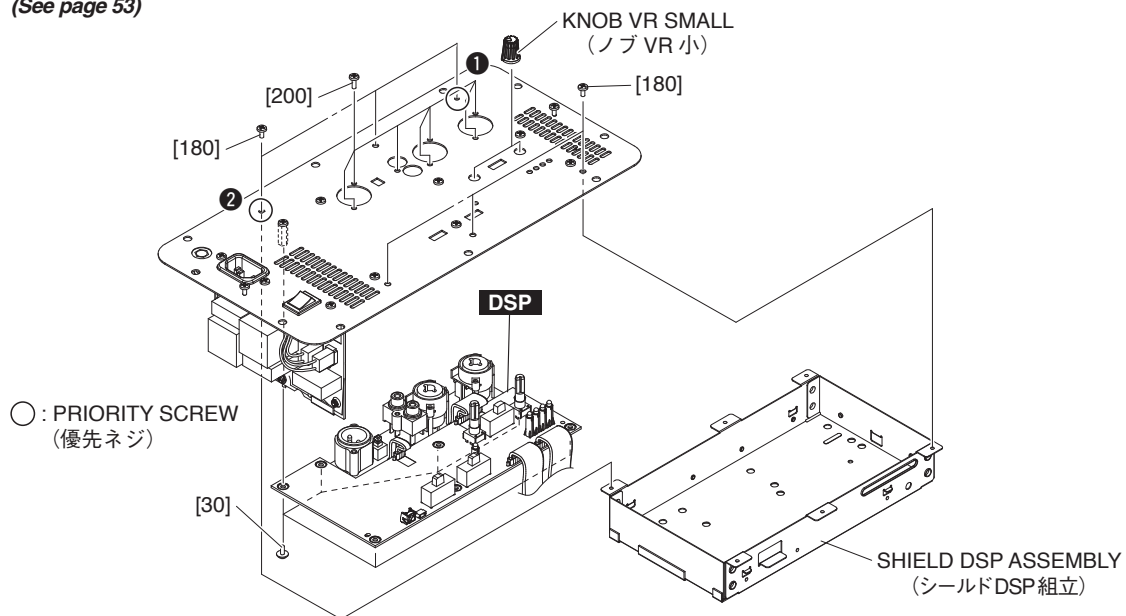

Fig. C-5 (図C-5)
- C-6-2 Remove the six (6) screws marked [180]. The shield DSP assembly can then be removed. (Fig. C-5)
- \* **When installing the shield DSP assembly, first tighten the two (2) priority screws in order as shown in Fig. C-5.**
- C-6-3 Remove the two (2) knob VR small. (Fig. C-5)
- C-6-4 Remove the seven (7) screws marked [30] and seven (7) screws marked [200]. The DSP circuit board can then be removed. (Fig. C-5)
- C-6-2 [180]のネジ6本を外して、シールドDSP組立を外します。(図C-5)
- ※ シールドDSP組立を取り付け時には、優先ネジ2本を図に示す順番で先に締めてください。(図C-5)
- C-6-3 ノブVR小2個を外します。(図C-5)
- C-6-4 [30]のネジ7本と[200]のネジ7本を外して、DSPシートを外します。(図C-5)